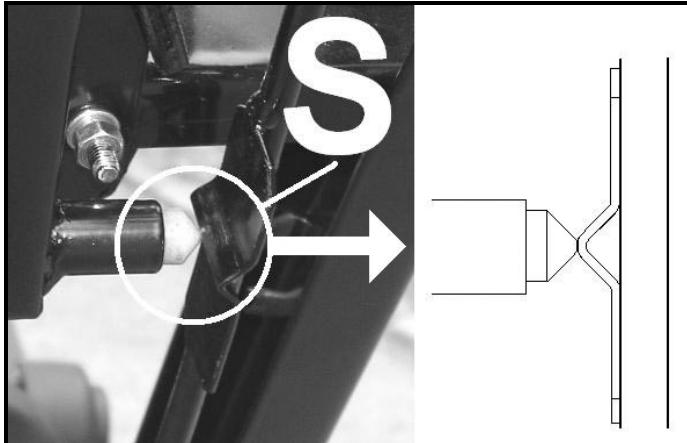

Abb. 3a
9. Kontrollieren, ob der Schalter für Neutralstellung (Abb. 3a – Pos. S) auch in der Neutralstellung eingeschaltet ist! Etwaige Nachstellung kann durch Längenänderung der Betätigzungszugstange des Fahrwerkes (**f**) vorgenommen werden. Der Schalterdruck kann durch Stellungsänderung der Unterlegscheiben am oberen Rand der Betätigzungszugstange des Fahrwerkes (**f**) nachgestellt werden. Nach endgültigen Nachstellung beide Splinte an Zugstangenenden sichern.